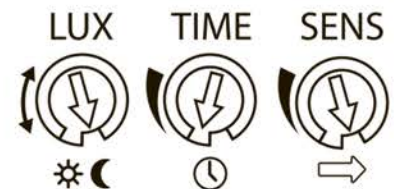

Рис. 3 Регуляторы датчика
- 7.9 Настройка Изделия. Датчик снабжен тремя регуляторами: LUX, TIME, SENS (рис. 3).